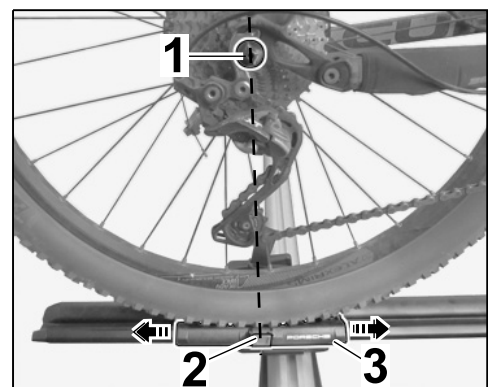

Bild 34
- 7.3.4 Radaufnahme (Hinterrad) wie folgt positionieren: Radaufnahme durch Schieben so korrigieren ⇒ Bild 34 -Pfeile-, bis Spannschloss im Lot zur Radmitte steht (⇒ Bild 34 -gestrichelte, senkrechte Linie-).